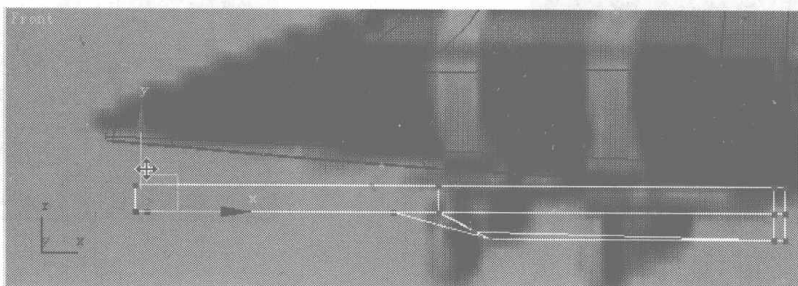
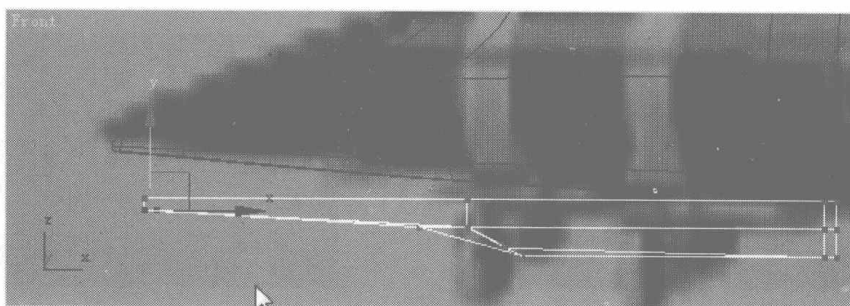
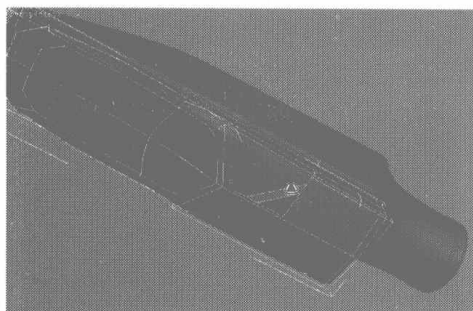
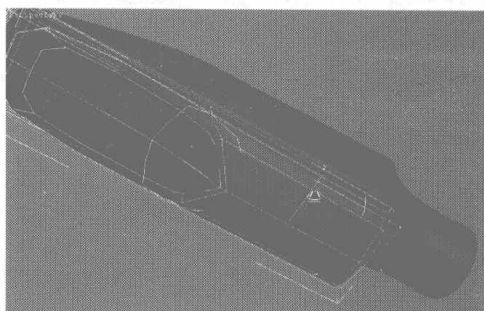

图 2.94
图 2.95
图 2.96
图 2.97
- 09** 选择如图 2.94 所示的点，调整到如图 2.95 所示的位置。打开细分，选择如图 2.96 所示的面，利用缩放工具调整到如图 2.97 所示的位置。